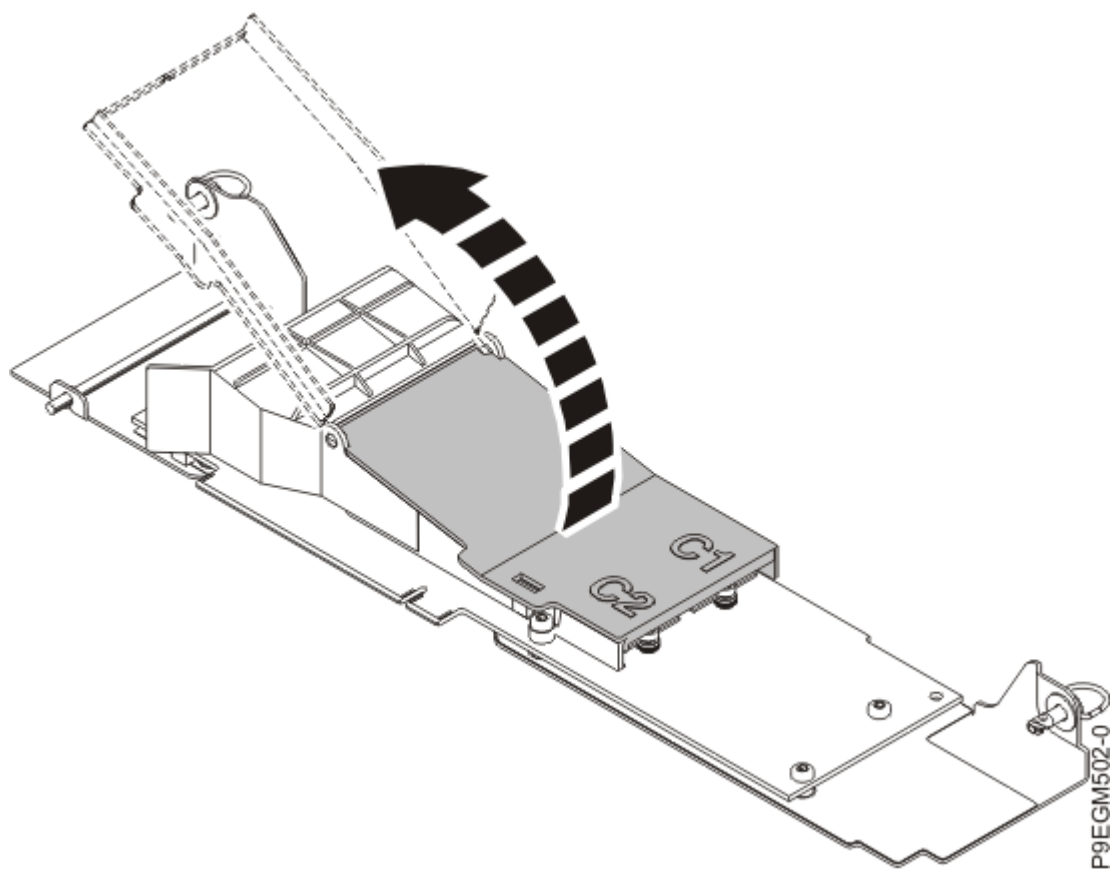

Figura 27. Elevación de la cubierta de la tarjeta portadora NVMe M.2
- a) Levante la cubierta negra de la tarjeta portadora NVMe M.2 tirando hacia arriba de la pestaña, como se muestra en la Figura 27 en la página 33.